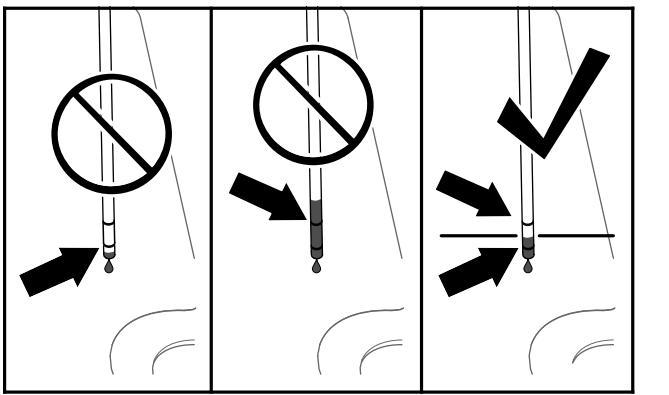

Figura 82
6. Retire la varilla y compruebe el nivel de fluido (Figura 82).
7. Si el nivel de fluido está por debajo de la marca inferior de la varilla, añada el fluido hidráulico especificado por el tubo de llenado (Figura 82) hasta que vea que el nivel de fluido se encuentra entre las 2 marcas de la varilla.
- Añada el fluido hidráulico especificado por el tubo de llenado hasta que vea que el nivel de fluido se encuentra entre las 2 marcas de la varilla (Figura 82).